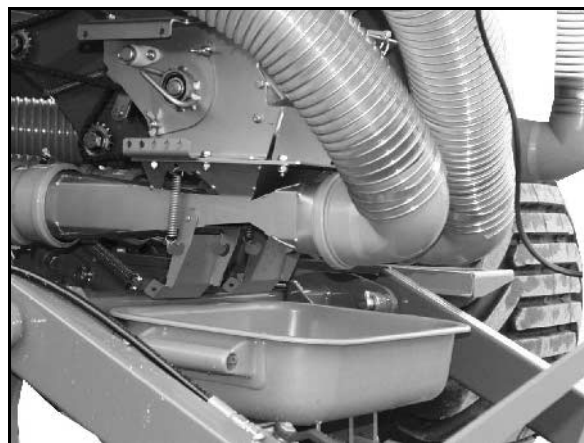

Fig. 110
1. Amener le robinet d'arrêt (Fig. 110) en position **A**.
5. Amener le robinet d'arrêt (Fig. 110) en Position **B**.
- maintenez la vanne à boisseau sphérique (Fig. 110/1) en position **B** ;